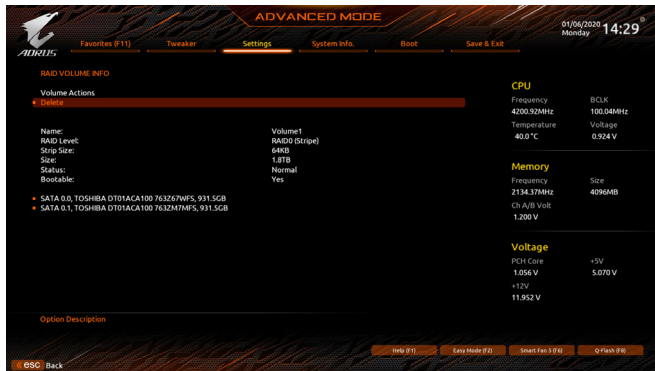

图11
完成后画面将回到「Intel(R) Rapid Storage Technology」画面,即可在「RAID Volumes」处看到建立好的磁盘阵列。若要检视更详细的数据,可在该磁盘阵列上按<Enter>键,即可看到例如磁盘阵列模式、区块大小、磁盘阵列名称及磁盘阵列容量等信息(图11)。